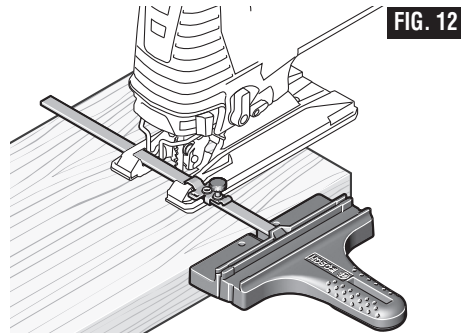

FIG. 12
1. La superficie del tope-guía de la guía se debe posicionar A LO LARGO de la pieza de trabajo (Fig. 12)